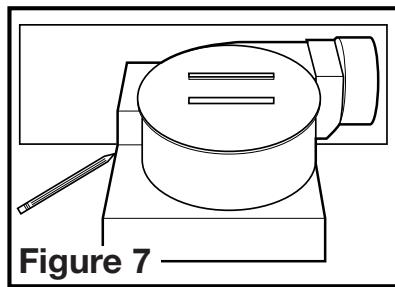

Figure 7
- Positionner le cabinet contre la solive ou le montant et tracer le contour du cabinet sur le matériau du mur / plafond. Mettre le cabinet de côté et découper l'ouverture, en prenant bien soin de ne pas couper ou endommager d'utilité électrique ou dissimulée (**Figure 7**).